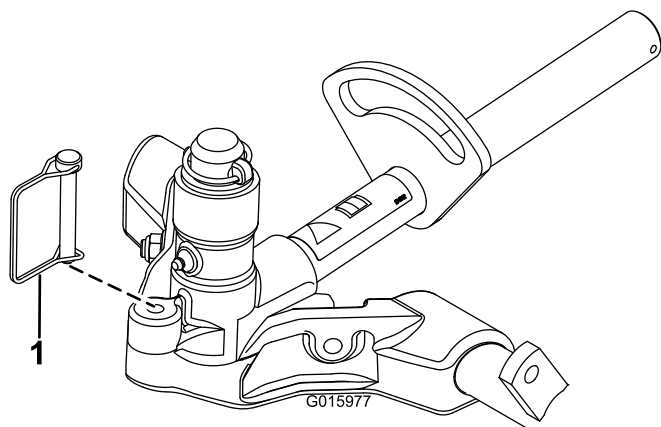

Bild 17
12. Befestigen Sie das Gelenkjoche mit dem Einraststift am Trägerrahmen, um die Lenkung an den Schneideinheiten zu arretieren (Bild 17).